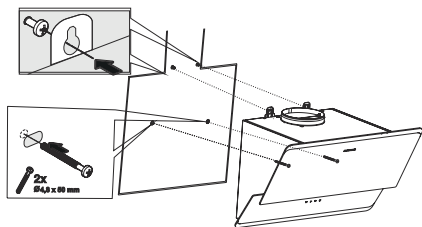

Fig. 11
1. ➤ Hæng emhætten på væggen ved hjælp af ophængningsbeslagene og spænd efterfølgende disse 2 skruer (Fig. 11).
2. ➤ Montere nu 2 stk 4,8x50 skruer inde i emhætten inde bagved dine fedtfiltere. (Fig. 11).